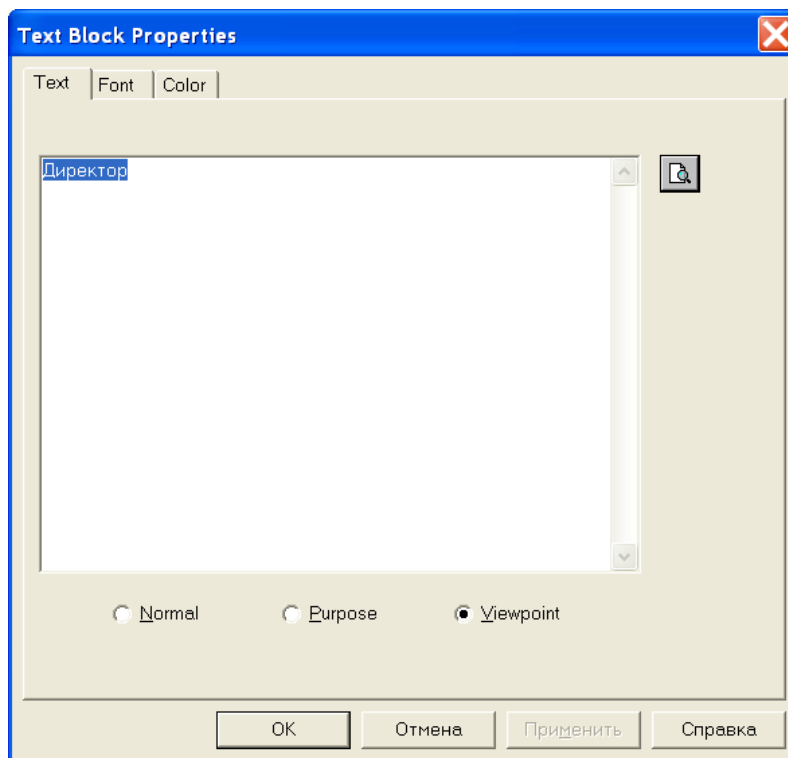

Рис. 10.5. Внесення тексту в поле діаграми за допомогою редактора **Text Block Editor**
12. За допомогою кнопки меню **T** внести текст у поле діаграми – погляд і ціль. Внесення тексту в поле діаграми здійснюється за допомогою редактора **Text Block Editor** (рис. 10.5).